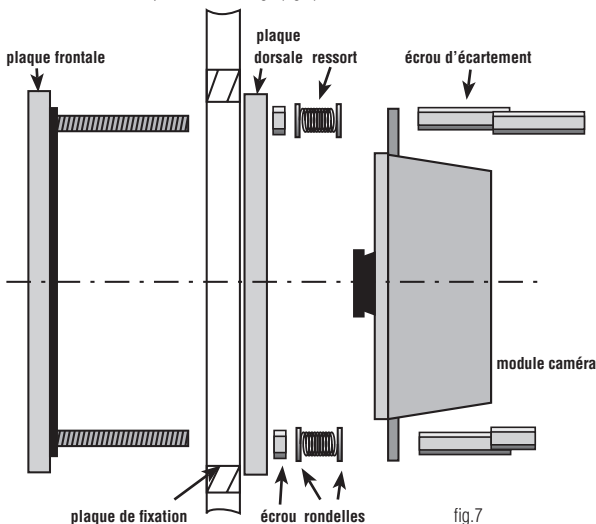

fig.7
Astuce: si vous utilisez une plaque de recouvrement de Niko (10-896/10-896-10), le montage du module caméra se trouve simplifié. Grâce à un système de serrage pratique (fig.7), la plaque de recouvrement et le module caméra sont fixés sur la plaque de fixation.
c. Vue latérale avec séquence de montage (fig.7)